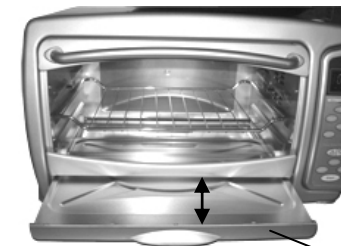

Fig. 19
**QUITE A MENUDO LA BANDEJA PARA LAS MIGAS DE LA RANURA Y LÍMPIELA. (Fig. 19)**